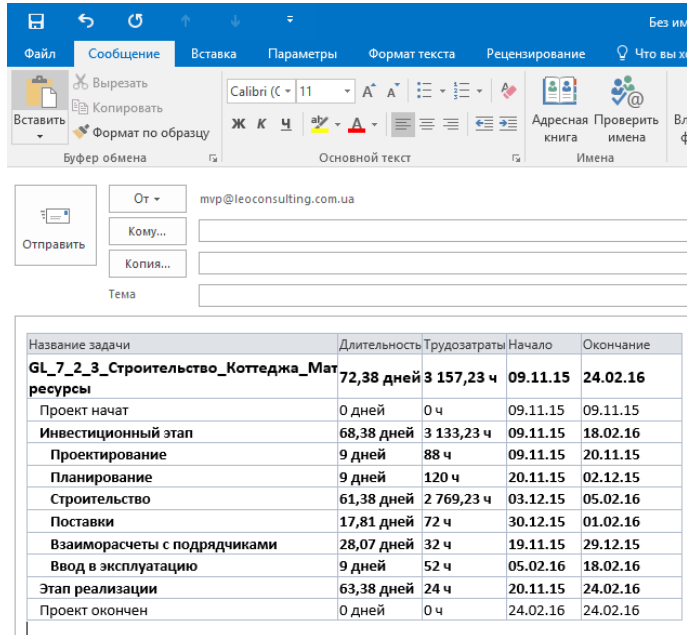

Рисунок 9.5 – Рассылка проекта для согласования
2. Выслать на согласование скопированный фрагмент файла проекта (см. Рисунок 9.5).